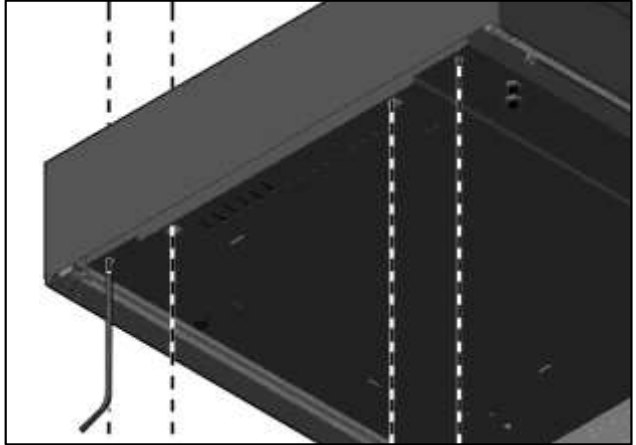

Fig. 5
- Na parte inferior do painel frontal há 2 parafusos de ajuste à direita e 2 à esquerda (**Fig. 5**).